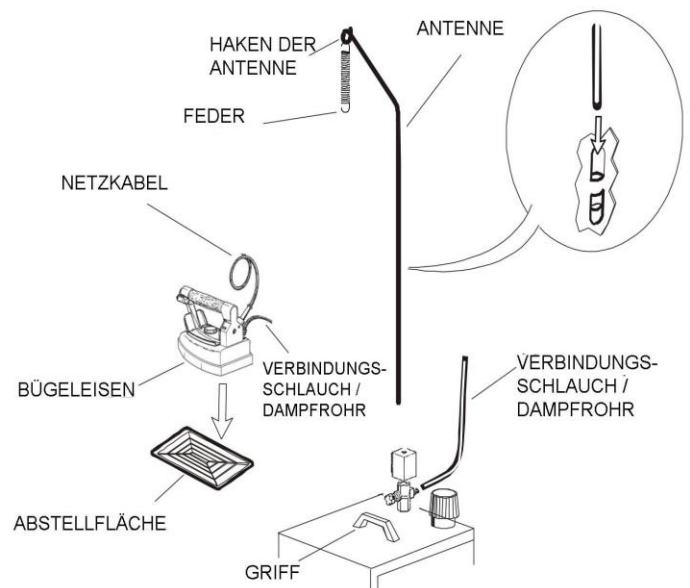
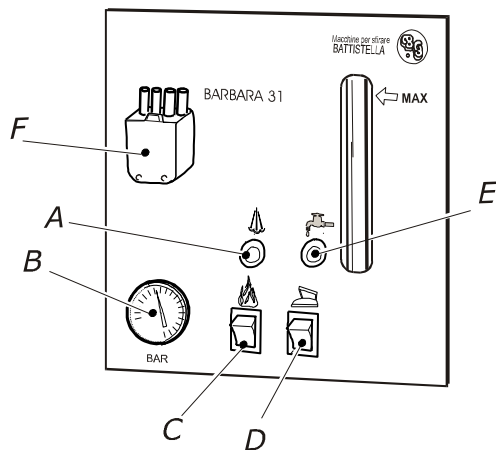
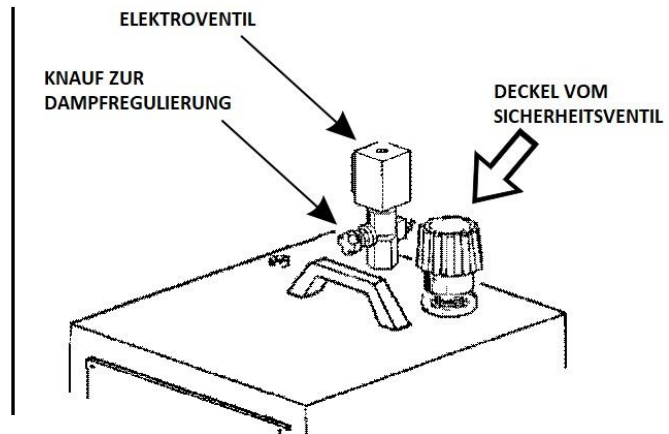
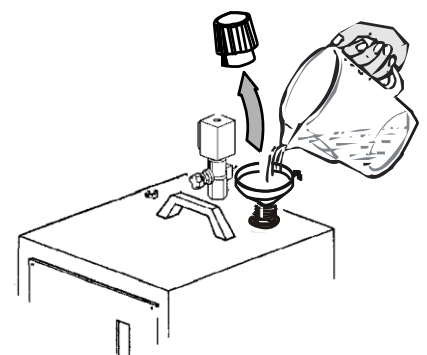

Abb. 1
Abb. 2
Abb. 3
Abb. 6
Verwenden Sie für den Transport, das Verrücken und Handhabung vom BARBARA 31 TISCHMODELL ausschließlich den dafür vorgesehenen Griff. Ziehen Sie niemals an den elektrischen Kabeln (Abb. 1).
2. Nehmen Sie das BARBARA 31 TISCHMODELL aus dem Karton, montieren Sie die Antenne und setzen Sie sie in den speziellen Antennenhalter auf der Rückseite des VAPORBABY ECO INOX ein (Abb. 1). Kontrollieren Sie, dass die Antenne gut bis zum Ende eingesetzt wurde.
3. Befestigen Sie die Kabelfeder am Antennenhaken und vermeiden Sie dabei Verdrehungen (Abb. 1).
4. Legen Sie das Bügeleisen auf die mitgelieferte Gummi-Abstellfläche (Abb. 1).
1. Schrauben Sie den Ventildeckel des BARBARA 31 TISCHMODELLS ab (Abb. 1), füllen Sie den Tank der Dampfstation mit der gewünschten Wassermenge (wir empfehlen die Maximalmarke nicht zu überschreiten - Abb. 2). Schrauben Sie den Deckel wieder auf, indem Sie diesen am Kunststoffteil halten und berücksichtigen Sie die Warnung, den Deckel nicht zu stark anzuziehen, da sonst die Dichtung beschädigt wird (siehe Abschnitt 7).
3. Schalten Sie den Schalter der Dampfstation ein (Abb. 2 C). Schalten Sie den Schalter des Bügeleisens (Abb. 2 D) nach ca. 5 Minuten ein und stellen Sie den Thermostat-Regler (Abb. 3) auf die Einstellung „Baumwolle“.
4. Warten Sie, bis die Leuchte der Dampfstation erlischt (Abb. 2 A). Der Druckmesser soll ca. 2,8 bar anzeigen (Abb. 2 B). Heben Sie nun das Bügeleisen mittels des Korkgriffs an und drücken Sie die kleine Taste seitlich vom Griff des
Bügeleisens (Abb. 5) 4-5 mal, um Dampf abzulassen. Achten Sie darauf, dass der Dampf gut gesättigt ist (durch das Drücken der kleinen Taste, wobei die Bügelsohle dem Boden zugewandt werden soll). Sie können die gewünschte Dampfmenge auch mittels Drehen des Dampfeinstellknopfs des Magnetventils einstellen (Abb. 3). Nach Abschluss dieser Tätigkeiten ist das Bügeleisen bereit zum Bügeln. Während des Bügelns leuchtet die Dampfstationsleuchte auf und erlischt kontinuierlich, ein Zeichen, dass sie in normaler Funktionsweise arbeitet (Abb. 2 A).
10. **Der Ventildeckel (Abb. 3) darf nie durch Deckel anderer Arten ersetzt werden. NB Der Ventildeckel ist auf 4,5 bar eingestellt und hat auch die Funktion eines Sicherheitsventils.**
3. Wir raten zum Gebrauch der Gummi-Abstellfläche (Abb. 1).
5. Sollte BARBARA 31 TISCHMODELL in Kombination mit einem nicht dampf- absaugenden Bügelbrett verwendet werden, können Wasserflecken auf dem Tisch entstehen. Verringern Sie in diesem Fall den Dampfstrom des Bügeleisens mit dem Dampfeinstellknopf (Abb. 3). Es ist daher ratsam, das Gerät mit einem beheizten Bügeltisch, der den Dampf aufsaugt zu gebrauchen.
Sollte es kein Wasser mehr geben, wird dies mittels Leuchte „Ohne Wasser“ signalisiert. Entfernen Sie den Stecker aus der Steckdose, drehen Sie den Ventildeckel um 360° (Abb. 3) und warten Sie, bis der gesamte Dampf entwichen ist. Den Deckel vorsichtig abschrauben, entfernen und ca. 5/10 Minuten warten.
Füllen Sie den Tank der Dampfstation je nach Bedarf mit Wasser auf (Abb. 6). Nicht überfüllen (siehe Abschnitt 4, Punkt 1)! Es wird empfohlen, die Dampfstation mit einem Trichter zu befüllen. Schrauben Sie den Ventildeckel wieder auf (Abb. 1), stecken Sie den Stecker wieder ein und warten Sie, bis die Tank-Warnleuchte erlischt (Abb. 2 A).
Lösen und entfernen Sie die Ventilkappe (Abb. 3) und drehen Sie das BARBARA 31 TISCHMODELL nach rechts um, damit Wasser und eventuelle Verunreinigungen austreten können.
4. die Ventilkappe alle 2500 Betriebsstunden, spätestens jedoch alle 3 Jahre (Abb. 3).